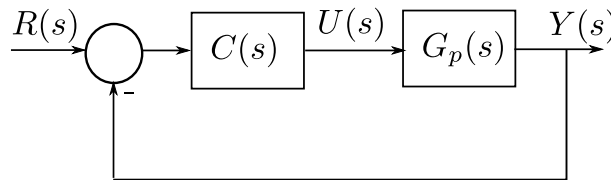

Figura 2: Realimentación unitaria de la velocidad del MCC
Una mejor manera de controlar el MCC es mediante un lazo de realimentación como el que se muestra en la Figura 2, donde  $C(s)$  es la FT del controlador.
- 3.7. Grafique los diagramas de Bode y Nyquist de  $G_{LA}(s) = KG_p(s)$  para el valor de  $K$  calculado. Evalúe los márgenes de fase y ganancia del lazo de la Figura 2. Superponga los diagramas con los obtenidos en el ítem anterior y compare.